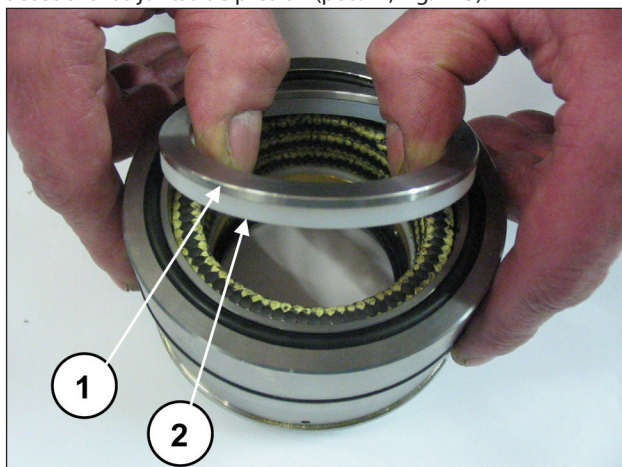
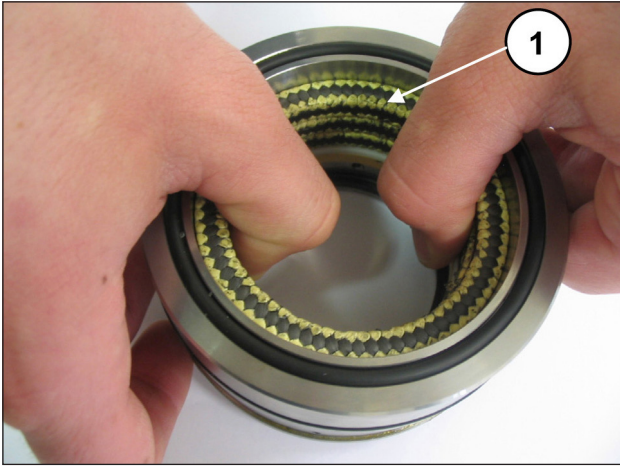

Fig. 142
Fig. 143
Separar el soporte de juntas de la camisa, desmontar la anilla del muelle y la anilla de retén (Pos. ①②, Fig. 142). para acceder a las juntas de presión (pos. ①, Fig. 143).